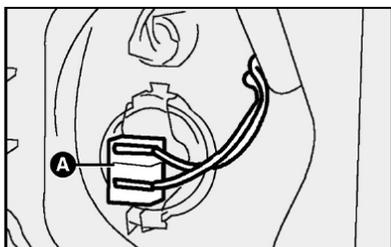

fig. 18
2) soltar o conector A-fig. 18 de alimentação da lâmpada;